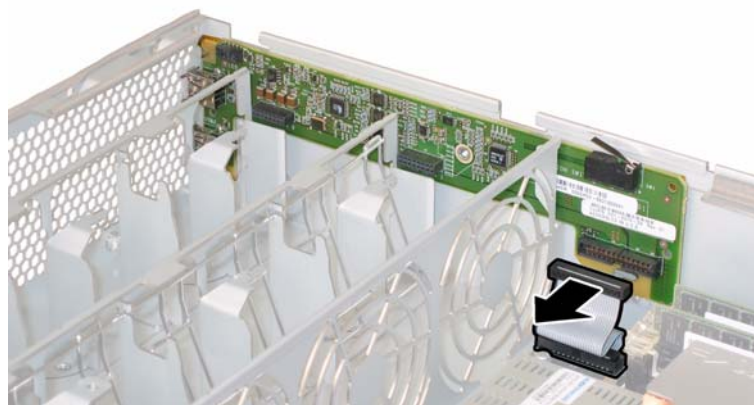

図 4-27 前面 I/O ボードからの相互接続ケーブルの取り外し
10. 前面 I/O ボードをマザーボードに接続している前面 I/O 相互接続ケーブルを抜きます。図 4-27 を参照してください。